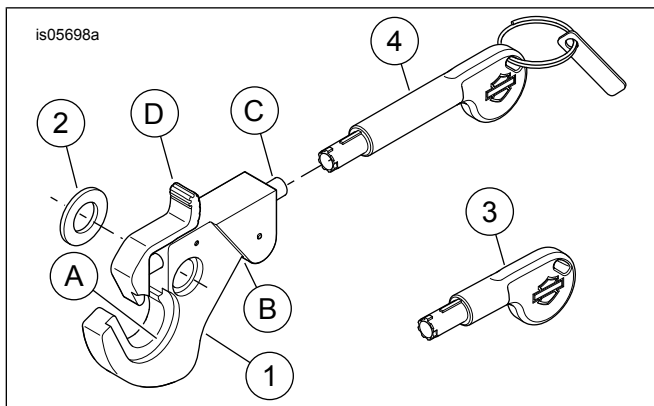

Figure 9. Pièces de rechange : Kits loquet amovible
Voir Figure 9 . En fonction du loquet amovible installé, la position du relief (A) et des découpes (B) est utilisée comme entretoise ou pour le montage des points de fixation. Vérifier que le loquet de verrouillage est positionné de manière à permettre l'accès de la clé pour le déverrouillage du loquet.
1. **Verrouillage du loquet** : voir Figure 9 . Lorsque le loquet amovible est installé, pousser le verrou à ressort (C).